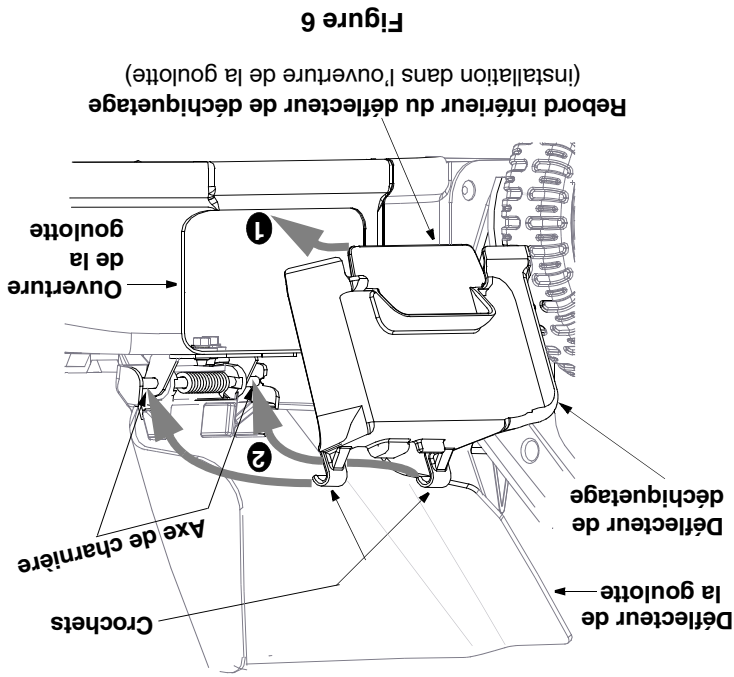

Figure 6
2. Insérez le rebord inférieur du déflecteur de déchiquetage dans l'ouverture de la goulotte (1 à la Figure 6).
3. Placez les crochets du déflecteur de déchiquetage sur l'axe de charnière du déflecteur de la goulotte (2 à la Figure 6). Les crochets se mettent en place sur l'axe de charnière et bloquent ainsi le déflecteur de déchiquetage sur la tondeuse. Lâchez le déflecteur de la goulotte.